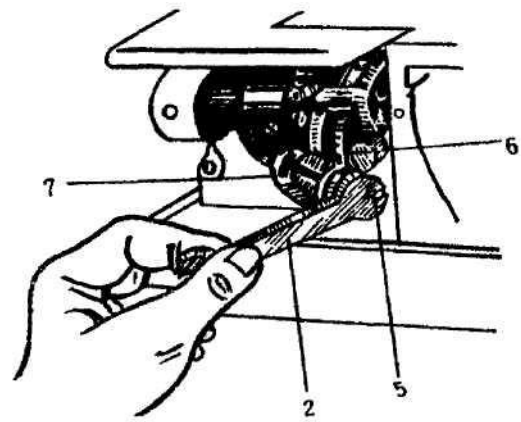

Рис.5
Длина стежка может быть отрегулирована в соответствии с обрабатываемым материалом. Поверните балансир, пока игольный брус не окажется в своей высшей позиции, затем ослабьте винт регулировки стежка (5), повернув его против часовой стрелки отверткой (2) из комплекта машины (см. рис.5). Затем поворачивайте их вместе с педальным шарниром подъема (6) в направлении прорези педального регулятора (7), делая стежок длиннее или короче. Чтобы сделать стежок длиннее, поворачивайте винт регулировки длины стежка (5) наружу, чтобы сделать стежок короче - внутрь. Затем затяните винт регулировки длины стежка (5).